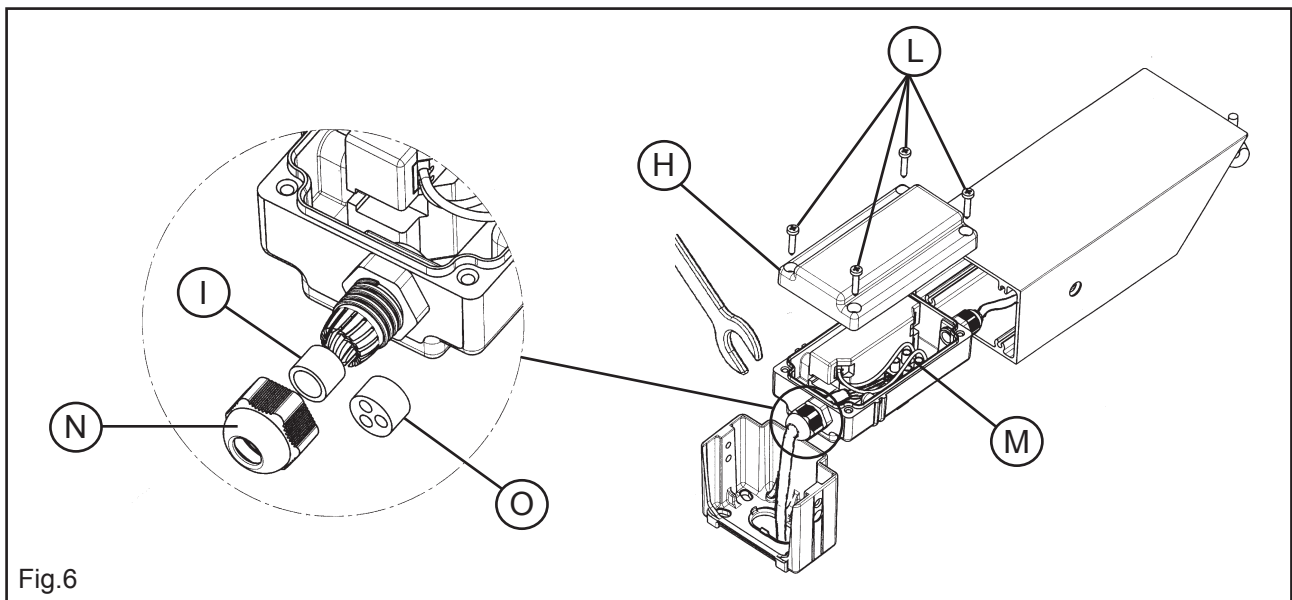

Fig.6
- I** Fig.6 Aprire il coperchio (H) svitando le 4 viti (L); fare passare il cavo di alimentazione attraverso il pressacavo (N) della scatola di alimentazione; per effettuare tale operazione è necessario svitare il pressacavo, far passare il cavo di alimentazione, quindi riavvitarlo serrandolo con una chiave esagonale n 19; qualora l'installazione preveda l'utilizzo di cavi di alimentazione singoli anziché del cavo multipolare è necessario sostituire la guarnizione (I) del pressacavo con la guarnizione (O) fornita in dotazione agendo come da sequenza riportata in figura 6b. Effettuare la connessione elettrica nella mosettiera (M), montare il coperchio (H) con le 4 viti (L).
- GB** Fig.6 Dismantle the cover (H) by loosening the 4 screws (L); Make the feed cable pass through the cable-clamp (N) of the feed box. To carry out this operation, it is necessary to unscrew the cable-clamp, make the feed cable pass through and screw it back by fastening it with an hexagonal spanner n 19. Should the installation have to be carried out with the use of single feed cables instead of a multicore cable, it will be necessary to replace the gasket (I) of the cable-clamp with the gasket (O) that comes supplied, operating according to the sequence shown in fig. 6b. Carry out the electric connection in the terminal board (M), assemble the cover (H) with the 4 screws (L).
- D** Abb.6 Deckel (H) durch Aufschrauben der 4 Schrauben (L) abmontieren ;Versorgungskabel durch die Kabelpresse (N) der Versorgungsdose führen; dazu muss die Kabelpresse aufgeschraubt, das Versorgungskabel hindurchgeführt, und dann wieder zugeschraubt werden, indem die Schrauben mit einem Sechskantschlüssel Nr. 19 festgezogen werden; falls die Installation die Benutzung von einzelnen Versorgungskabeln anstatt des mehrpoligen Kabels vorsieht, muss die Dichtung (I) der Kabelpresse durch die mitgelieferte Dichtung (O) ersetzt werden, indem die in der Abbildung 6b dargestellte Reihenfolge zu beachten ist; elektrische Anschlüsse im Klemmenbrett (M) ausführen, Deckel (H) mit den 4 Schrauben (L) montieren.
- F** Fig.6 Démonter le couvercle (H) en dévissant les 4 vis (L); faire passer la câble d'alimentation à travers le presse câble (N) de la boîte d'alimentation ; pour effectuer cette opération, il faut dévisser le presse câble, faire passer le câble d'alimentation et le revisser en le serrant avec une clef pour vis à six pans creux n.19; si l'installation prévoit l'utilisation de câbles d'alimentation simples au lieu du câble multipolaire, il faut substituer le joint (I) du presse câble avec le joint (O) fourni, en procédant comme sur la séquence reportée sur la figure 6b ; Effectuer la connexion électrique dans le serre-câbles (M), monter le couvercle (H) avec les 4 vis (L).
- E** Fig.6 Desmontar la tapa (H) desatornillando los 4 tornillos (L); hacer pasar el cable de alimentación a través del pasacable (N) de la caja de alimentación; para efectuar esta operación es necesario desenroscar el pasacable, hacer pasar el cable de alimentación, luego volver a enroscarlo apretándolo con una llave hexagonal n.19; en el caso de que la instalación prevea el uso de cables de alimentación simples en vez de un cable multipolar es necesario sustituir la guarición (I) del pasacable por la guarición (O) en dotación siguiendo las indicaciones de la secuencia de la fig. 6b; Efectuar la conexión eléctrica en la regleta de conexiones (M), montar la tapa (H) con los 4 tornillos (L).
- P** Fig.6 Desmontar a tampa (H) desaparafusando os 4 parafusos (L); passar o cabo de alimentação através do passa-fio (N) da caixa de alimentação; para efectuar tal operação é necessário desaparafusar o passa-fio, passar o cabo de alimentação, depois aparafusar novamente apertando com uma chave hexagonal n.19; se a instalação prevê o uso de cabos de alimentação únicos invés de cabos multicondutores é necessário substituir a guarnição (I) do passa fios com a guarnição (O) fornecida em dotação, seguindo a sequencia indicada na figura 6b; Efectuar a conexão eléctrica na placa de bornes (M), montar a tampa (H) com os 4 parafusos (L).
RUS Рис.6 Снять крышку (Н), отвинчивая 4 винта (L); Провести кабель питания через кабельный зажим (N) коробки питания; для выполнения данной операции необходимо отвинтить кабельный зажим, провести кабель питания, затем вновь завинтить его, затягивая шестигранным ключом № 24; если установка предусматривает использование отдельных кабелей питания вместо многополюсного, необходимо заменить прокладку (I) кабельного зажима на прокладку (O), предоставляемую в принадлежностях, действуя в последовательности, приведенной на рисунке 6b; Выполнить электрическое соединение в клеммной колодке (М), монтировать крышку (Н) при помощи 4 винтов (L).